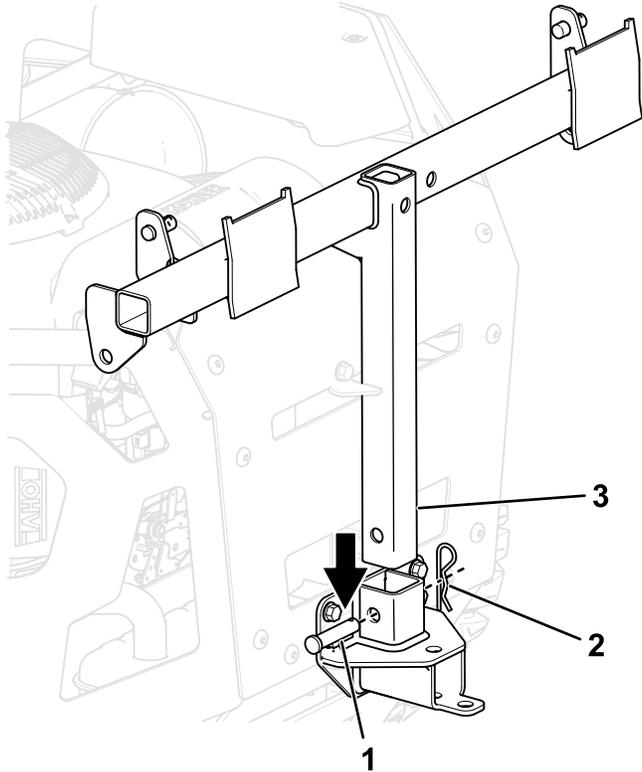

Figura 8
5. Instale a estrutura do depósito de recolha no suporte de montagem do depósito de recolha utilizando o passador de forquilha longo e um perno de gancho (Figura 8).